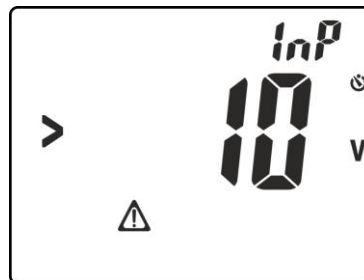

Fig. 27: Presencia tensión en los terminales de entrada
8. Pulse la tecla **GO/HOLD** para activar la prueba. La pantalla de Fig. 27 puede ser mostrada en el visualizador señalando la presencia de una tensión **>10V** presente en los terminales de entrada que bloquea el desarrollo de la prueba